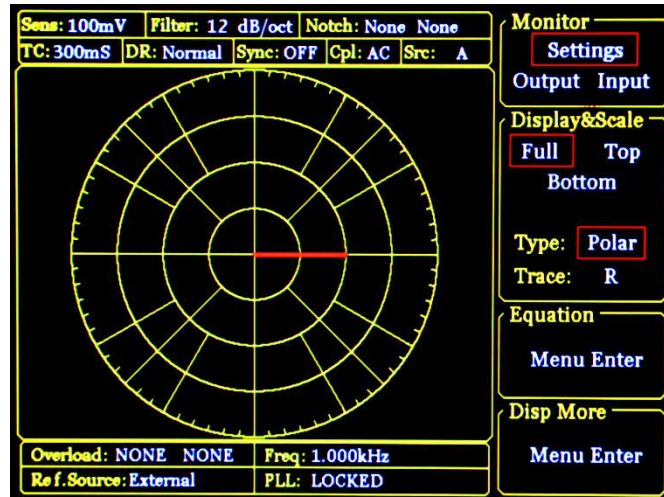

图26. <Full>-<Polar>显示
1)<Polar>：极坐标图，图形指针可根据实际的<R>值改变长度，根据值<θ>来绘制指针的角度，其中还能查看到<X>、<Y>值的大小，十分方便直观。如图 26 所示。